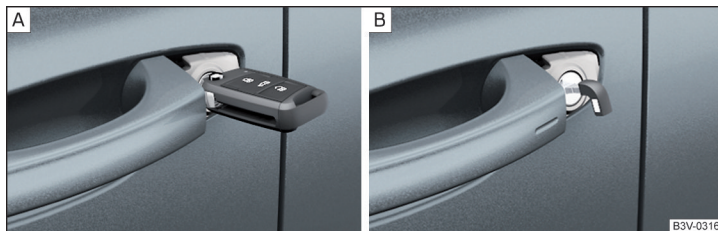

Fig. 353 Tirador en la puerta del conductor: Llave con el paletón de la llave extensible / llave de emergencia KESKY
- Con los vehículos con **dirección a la izquierda**, introduzca la llave con el paletón de la llave extensible **con las teclas hacia arriba** » fig. 353 - [A] en el bombín de cierre y desbloquee/bloquee el vehículo.
- En los vehículos con el **sistema KESKY**, introduzca la llave de emergencia con la manilla hacia abajo » fig. 353- [B] en el bombín de cierre y desbloquee/bloquee el vehículo.